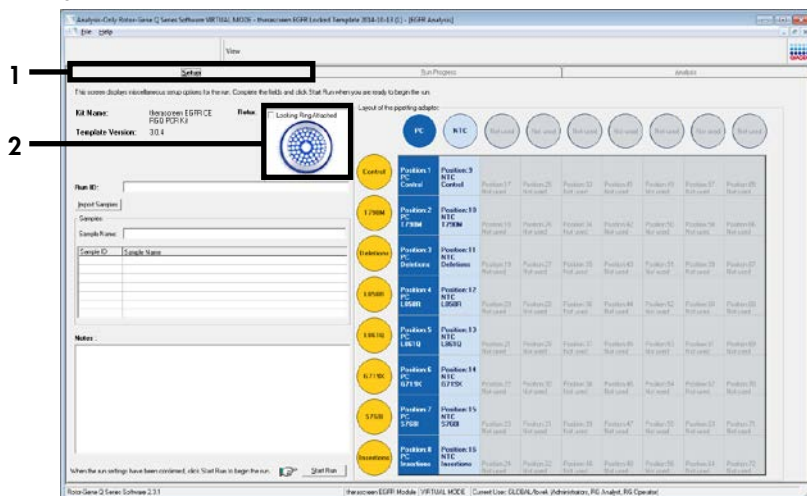

Figure 11. Onglet « Setup » (configuration) (1) et case « Locking Ring Attached » (bague de fermeture fixée) (2).
13. L'onglet « Setup » (configuration) s'ouvre par défaut (figure 11). S'assurer que la bague de fermeture est correctement fixée, puis cocher la case « Locking Ring Attached » (bague de fermeture fixée). Fermer le couvercle de l'instrument Rotor-Gene Q MDx.